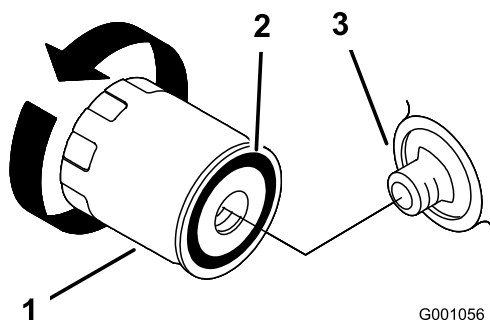

図 26
2. オイルフィルタを外し、フィルタのアダプタガスケットの表面をきれいに拭く（図 26）。
3. 新しいフィルタのガスケットにオイルを薄く塗る（図 26）。
4. アダプタにフィルタを取り付け、ガスケットがアダプタに当たるまでフィルタを右に回し、そこから更に 2/3～1 回転増し締めする（図 26）。